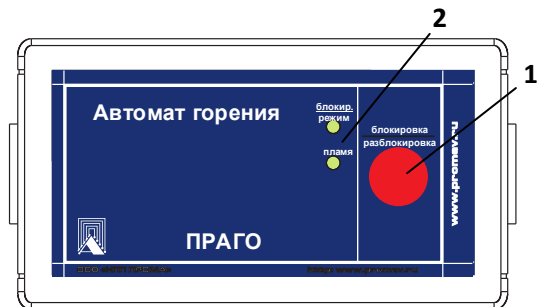

Рис. 2: Лицевая панель автомата горения ПРАГО щитового исполнения.
5.1.3 На передней панели расположены кнопка блокировки и светодиоды (рис. 2 и 3).